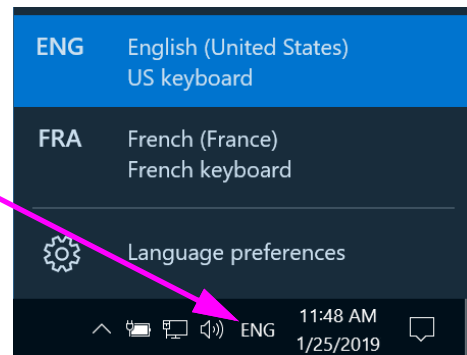

Figura C-21. Menú desplegable de idioma - Pantalla de inicio de sesión (Windows 10)
2. Haga clic en el icono de tres letras y aparecerá un menú semejante al que se muestra en la parte superior de la Figura C-21.